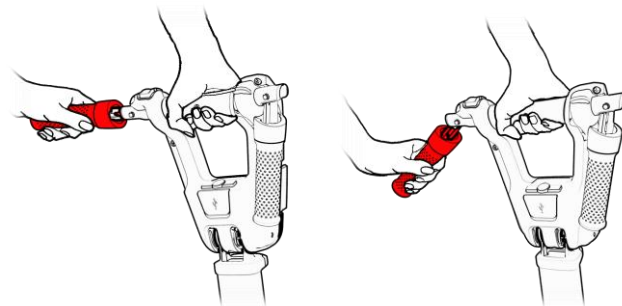

Figura 37
2. Pliegue ambos lados del manillar (consulte la Figura 37).